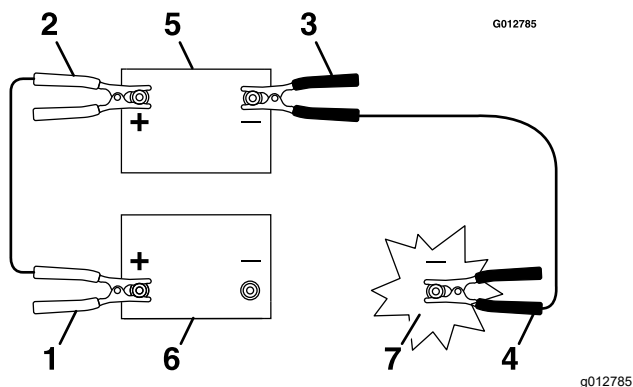

Рисунок 82
4. Подсоедините положительный (+) кабель к положительной (+) клемме аккумулятора, которая соединена со стартером или электромагнитом, как показано на Рисунок 82.